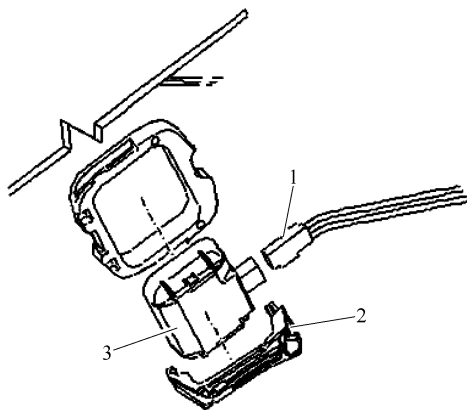

图 5-3-8 拆卸雨天与光线识别传感器
④ 雨天与光线识别传感器 G397 上拔下插头 1，如图 5-3-8 所示。